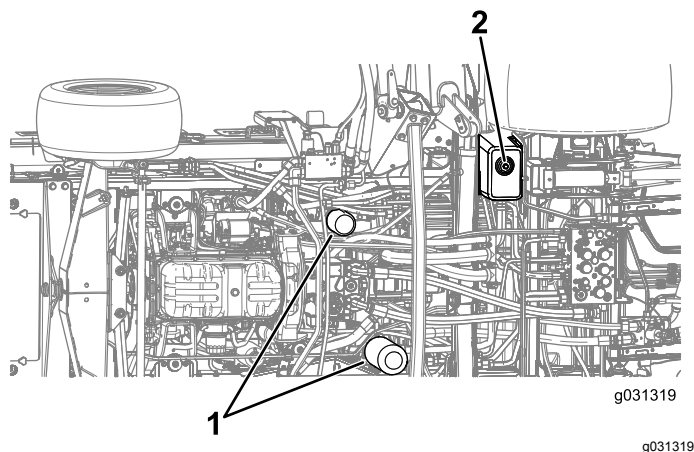

Figure 122
4. Retirez le bouchon de vidange situé sur le côté du réservoir et laissez couler l'huile dans le bac de vidange (Figure 122).
7. Placez un bac de vidange sous le filtre et enlevez le filtre (Figure 122).